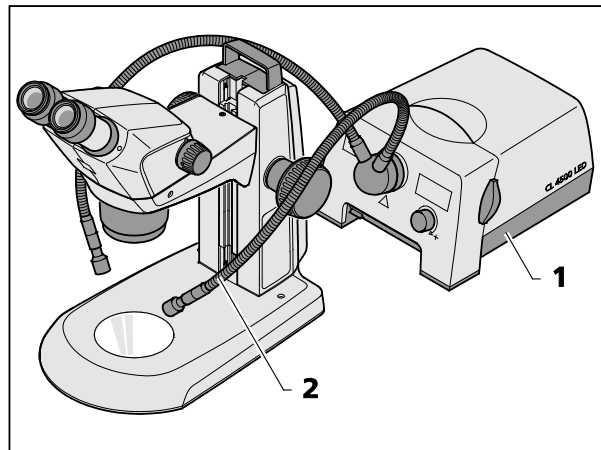

図 15 外部光ファイバーライトの取り付け
- 外部光ファイバーライト (図 15/1) をオンにし、透過光照明を制御し、両方のスワンスリーブ (図 15/2) を曲げて、対象が最適に照らされるようにライトを調節します。